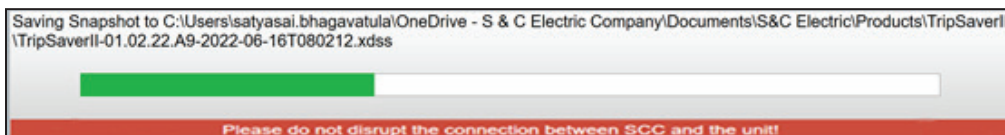

Figura 4. Processo de atualização de firmware salvando um arquivo snapshot antes da atualização.
- Salva um arquivo snapshot antes da atualização do firmware (Ver Figura 4);